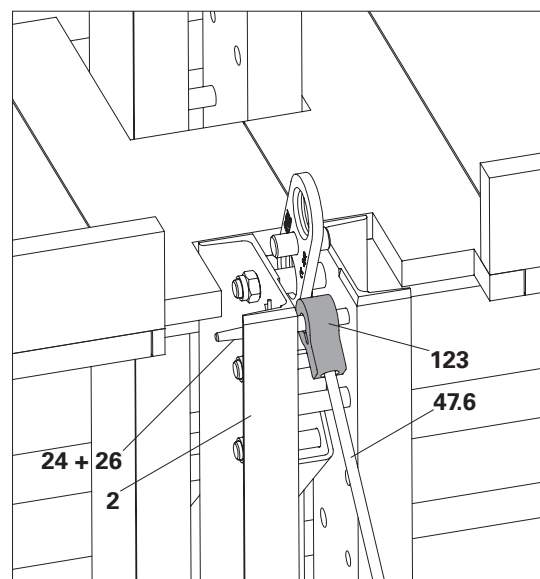

Fig. D1.09a
1. Avvitare il tirante (**47.6**) nel dado esagonale (**123**). (Fig. D1.09a)